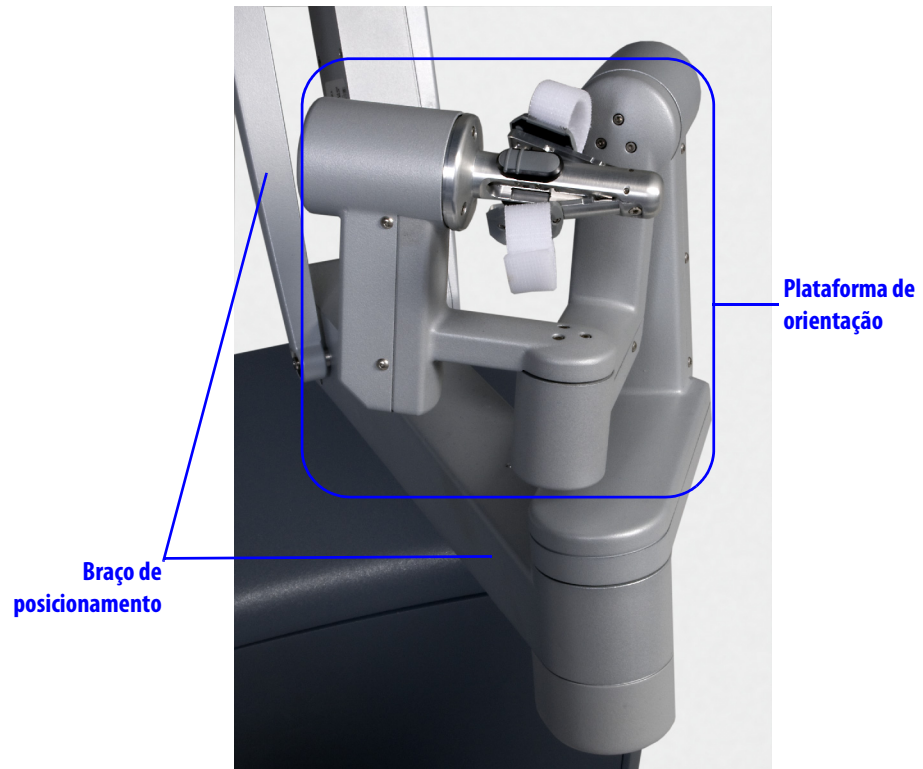

Figura 10.2 Controlador geral
- A plataforma de orientação (Figura 10.2) roda as pontas do instrumento e abre e fecha as pegas dos instrumentos.
- O braço de posicionamento (Figura 10.2) move os instrumentos no ambiente cirúrgico. Os movimentos de posicionamento podem ser escalados para uma proporção 3:1 (Fino), 2:1 (Normal) ou 1,5:1 (Rápido).